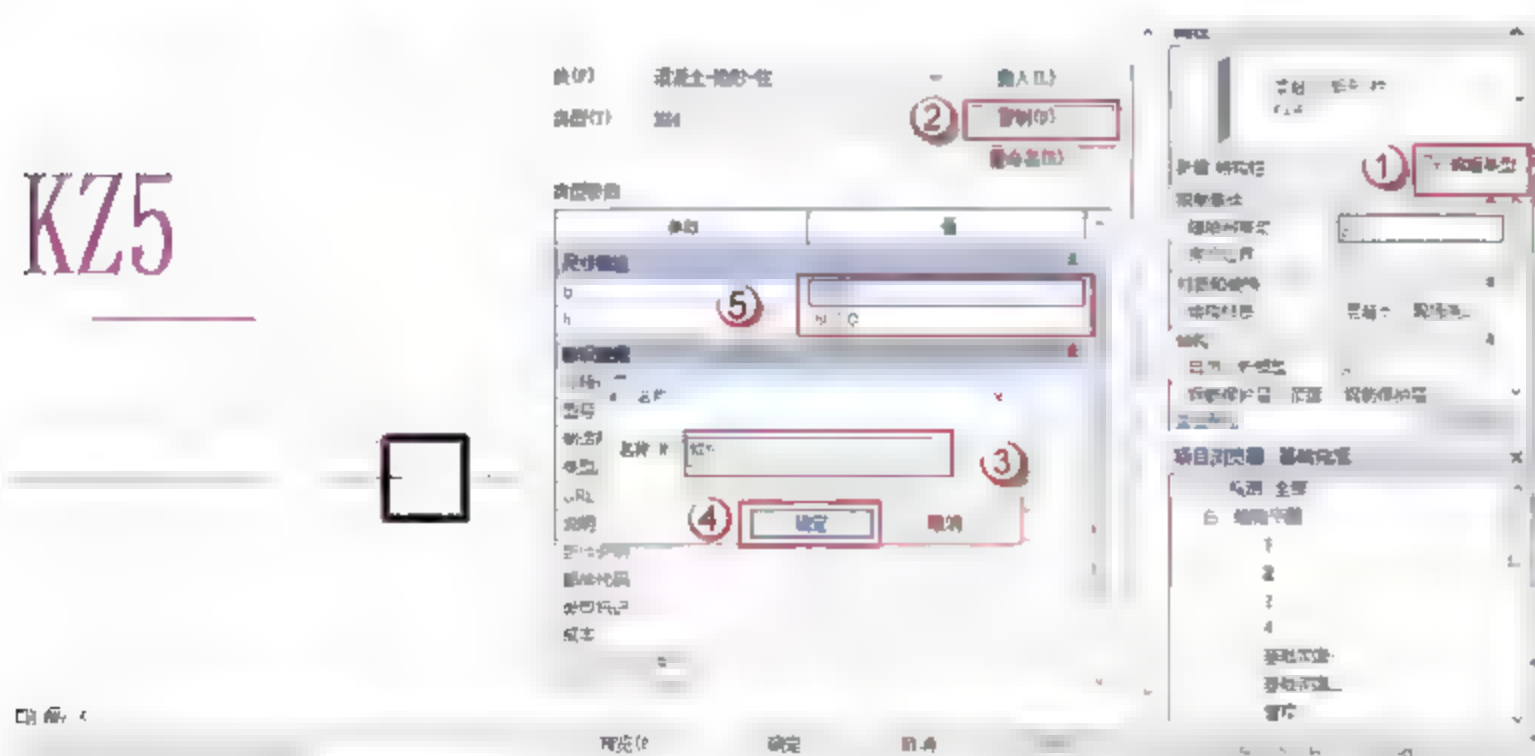

图 4.1.11 设置矩形框架柱 KZ5
(11) 设置矩形柱 KZ5 参数,按快捷键 C+L,出现绘制的界面,单击“编辑类型”按钮,在弹出的对话框中单击“复制”按钮,再在弹出的对话框中命名新的族 KZ5,单击“确定”按钮。在“尺寸标注”栏设置参数,如图 4.1.11 所示。